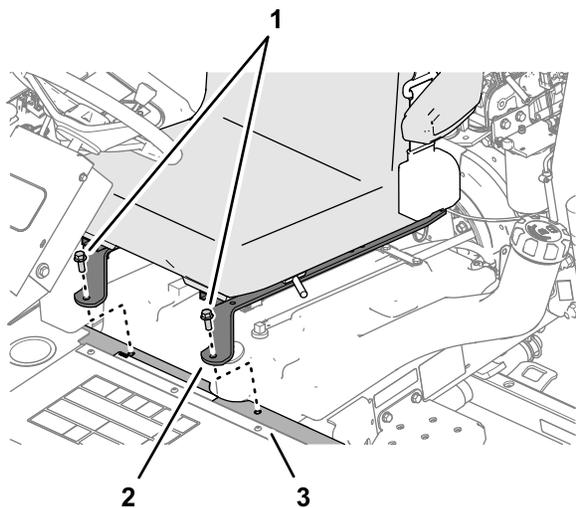

Figura 3
2. Retire os dois parafusos de cabeça flangeada que prendem as correias do banco ao canal de suporte (Figura 3).